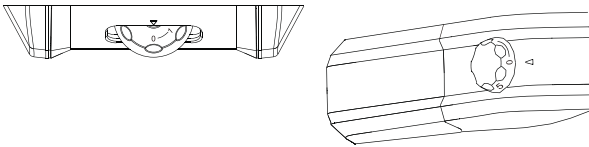

Рис.12
1) Установите ручку регулировки температуры в положение „0" (рис. 12);